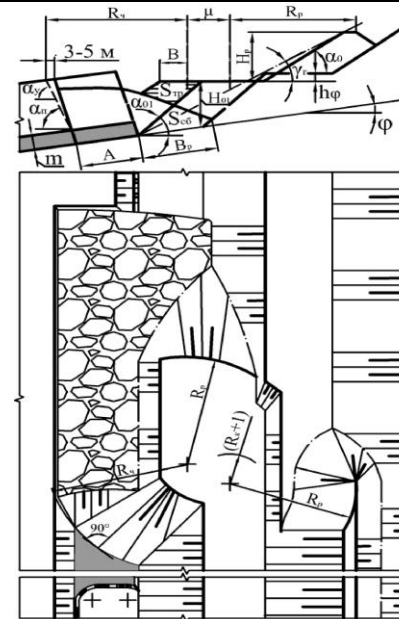

Рис. 6.2 – Бестранспортная разработка вскрышного уступа над пологим угольным пластом («Райчихинская» схема)
1. Изучить порядок разработки развала уступа драглайном с отсыпкой двухъярусного отвала (рис. 6.2).